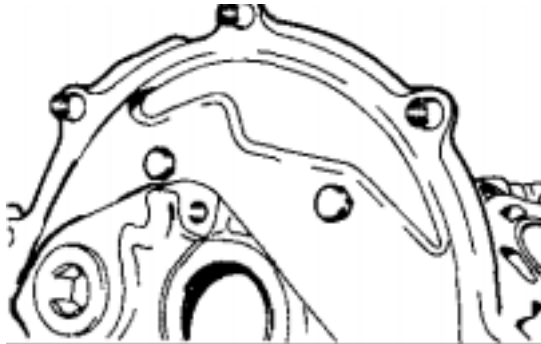

Рис. 1.24. Болты крепления промежуточной пластины.
31. Открутите крепежные болты передней промежуточной пластины и снимите промежуточную пластину (Рис. 1.24).